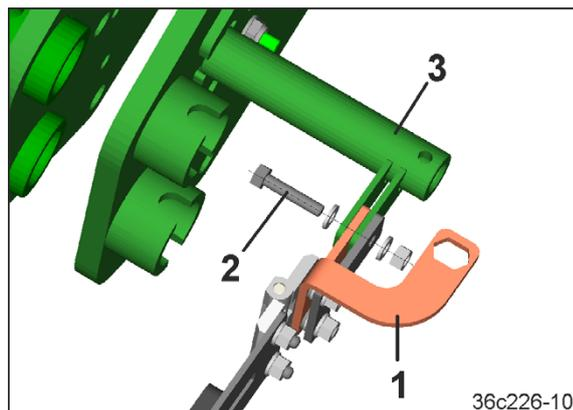

図 97
5. セクション (図 97/1) を六角ボルト (図 97/2) でホルダ (図 97/3) にねじ留めします。